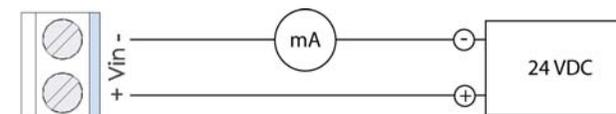

Abb. 2: Anschlussbild für 2-Leiter-Betrieb
- **2-Leiter-Betrieb:** Siehe Abb. 2. Es wird 24 VDC Versorgungsspannung benötigt.